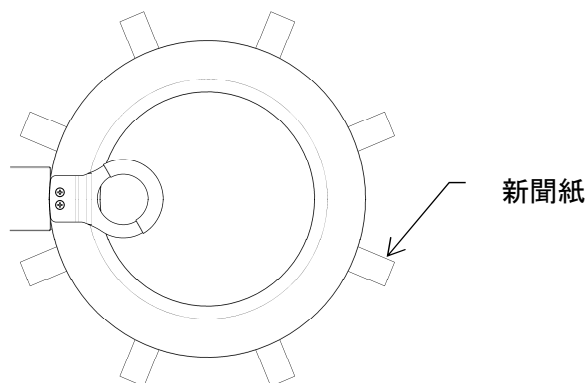

図8-13
- ・その紙を(図8-13)の様にドアパッキンとドア口金の間に挟み、ドアを閉めます。この時、水分は十分拭取られ、しばらくドアを開放し乾燥されていなくてはなりません。